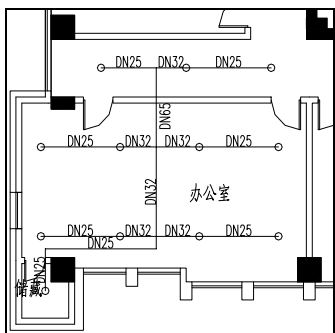

图 14-39 十三层平面图管径标注
⑧ 管径标注。在命令行中输入 GJBZ 命令按回车键，系统弹出【管径】对话框；在其中设置参数，在绘图区中点取待标注的管线，绘制管径标注的结果如图 14-39 所示。